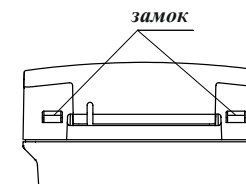

Рисунок 3
3.2.5 Для установки ЭДУ-ПТ необходимо отсоединить корпус от основания, нажав отверткой на замки (см. рисунок 3).